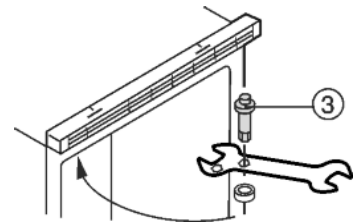

Fig. 3
- ▶ Svitare il perno della cerniera superiore Fig. 3 (3) e avvitare fermamente sul lato opposto a 4 Nm.
► Agganciare la porta nei perni della cerniera Fig. 3 (3) in alto e chiuderla.